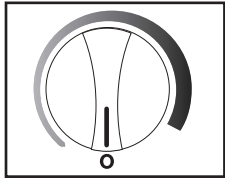

Fig. 14
- Para apagar el congelador, gire el botón del termostato hacia el número 0 (off) posición de apagado. Ver fig. 14